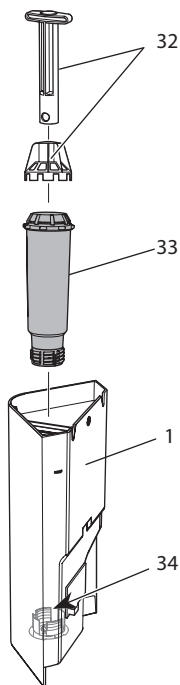

Fig. 18: Montaggio e smontaggio del filtro dell'acqua
7. Installare un filtro nuovo nel serbatoio dell'acqua (vedere Fig. 18).
2. Rimuovere il filtro dell'acqua (vedere Fig. 18).